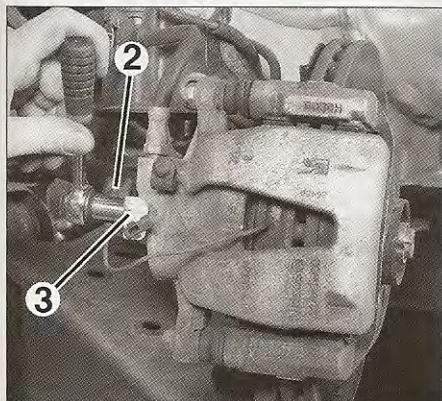

FIG. 3
- Desconectar el conector (2) del captador de desgaste de las pastillas (fig. 3).
- Desmontar el tornillo de fijación (3) del soporte de conector del captador de desgaste.